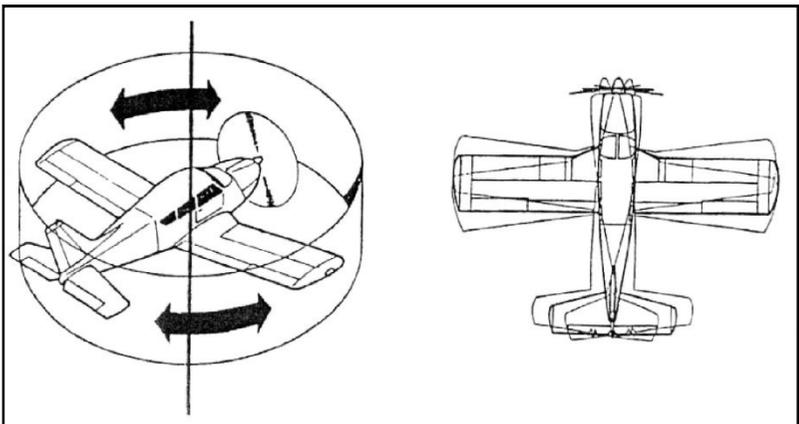

FIG. 16 - IMBARDATA
b) Pedale sinistro: l'equilibratore va a sinistra, la coda a destra ed il muso a sinistra. **FIG. 16**